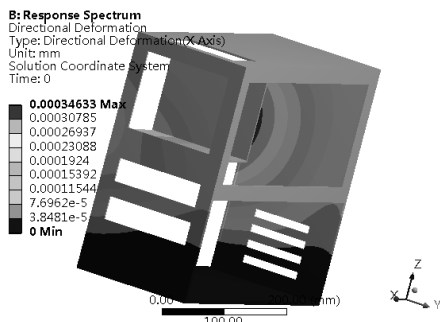

图 8-50 变形分析云图
Step4：选择 Outline（分析树）中 Solution（B6）下的 Directional Deformation 选项，此时会出现如图 8-50 所示的 X 方向变形分析云图。